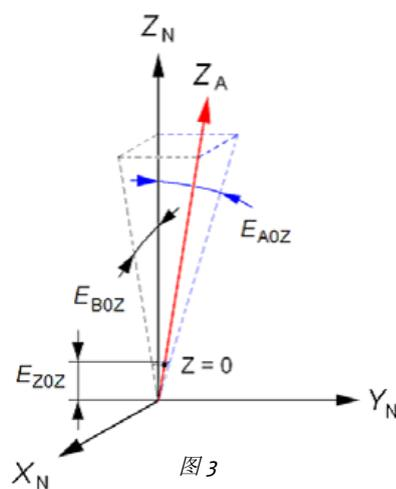

图 3
- 线性运动轴之间的位置和定向误差（图 3）。考虑两类误差：与线性及旋转运动轴相关的平行度误差及与线性或旋转运动轴相关的垂直度误差。